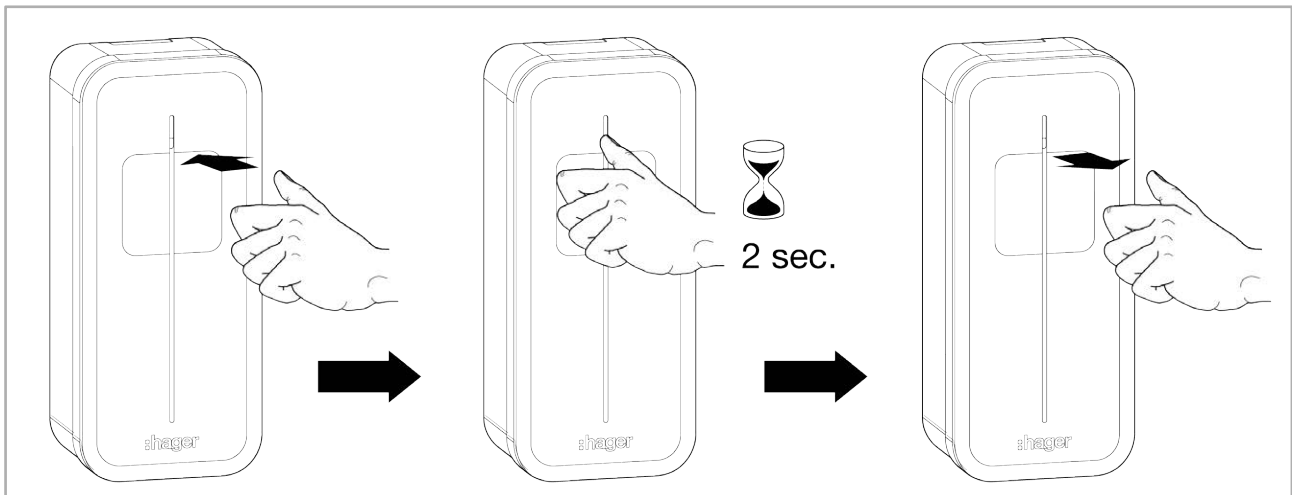

Abb. 33: Ladevorgang an der Ladestation beschleunigen
- Mit dem Daumen ca. 2 Sekunden die Sensortaste gedrückt halten (Berührungssensor) und wieder loslassen (Abb. 33).